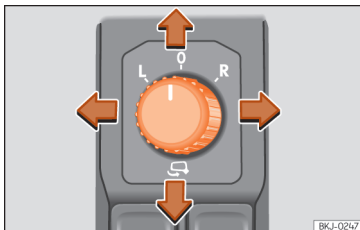

Abb. 149 Drehschalter für die Außenspiegel.
1. Drehen Sie den Drehschalter »» » Abb. 149 in Stellung **L** (linker Außenspiegel).
- Zum Anklappen der Außenspiegel drehen Sie den Drehschalter »» » Abb. 149 in Stellung . Sie sollten die Außenspiegel immer anklappen, wenn Sie eine automatische Waschanlage durchfahren, um Beschädigungen zu vermeiden.